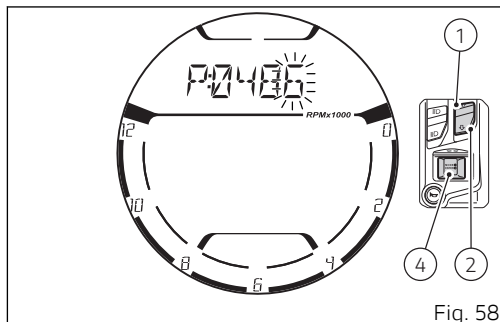
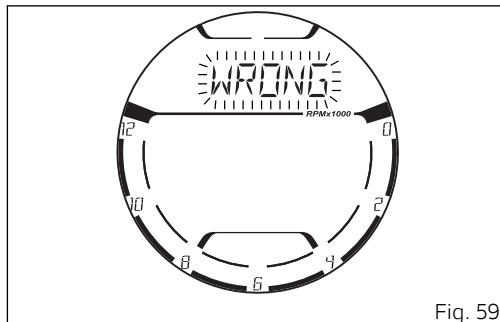

Fig. 58
Fig. 59
Presionando el pulsador (4) se confirma la primera cifra y se pasa automáticamente a configurar la siguiente cifra, así hasta la cuarta y última cifra (Fig. 58).
Una vez configurada la cuarta cifra, presionando el pulsador (4) (Fig. 58), el salpicadero controla si el PIN CODE introducido corresponde al memorizado. En el caso en que no corresponda, el display visualiza durante 3 segundos la inscripción parpadeante "WRONG" (Fig. 59).